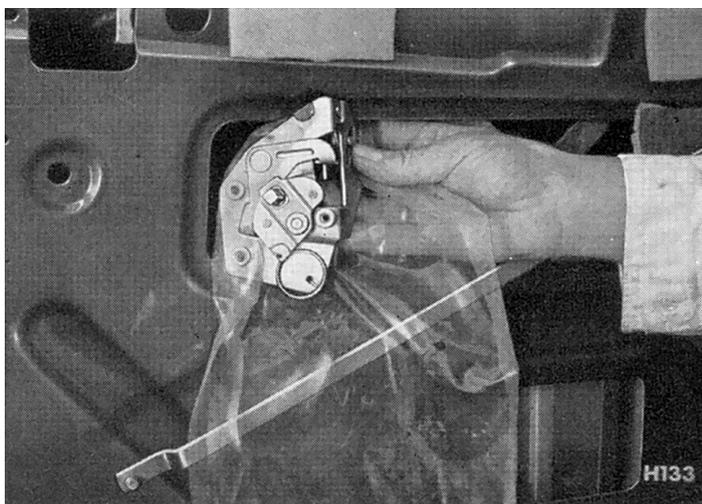

Fig. 69. Pose/dépose d'une serrure dernier modèle
2. Repose : Procéder dans l'ordre inverse de démontage, en prenant soin de positionner l'écran correctement comme indiqué Fig. 69.